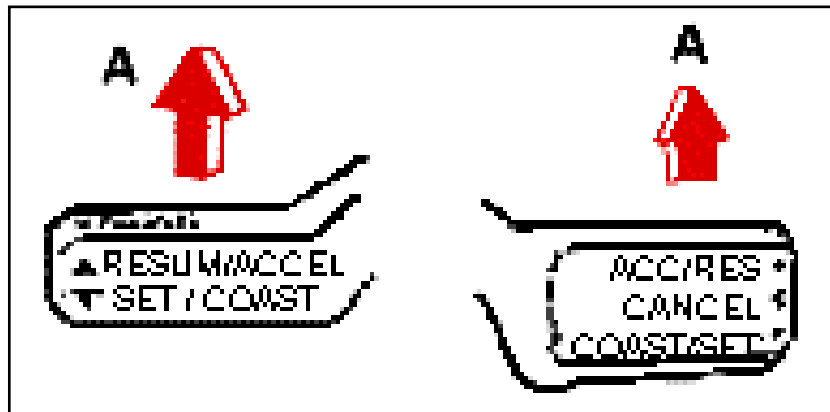

Figura 2.5 Palanca de control
PALANCA DE CONTROL DE VELOCIDAD.- Colocar la palanca de control de velocidad, figura 2.5, en la posición RESUME/ACCEL (A) y mantenerla en esta posición hasta alcanzar la velocidad deseada. Soltarla cuando el vehículo este avanzando a esta velocidad.